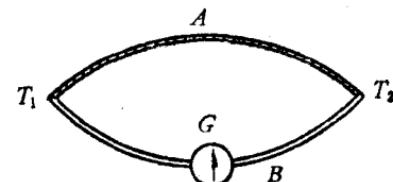

图1 热电效应（温差电动势）
12. 热电效应——以两种不同的金属组成闭合回路，并使两端的双金属接头处于不同的温度下，则在回路中会出现电流（图1）。所以在回路中必定存在电动势，这种电动势就叫做温差电动势。